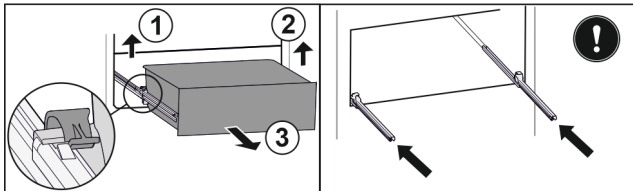

Fig. 41
- ▶ Linker klem optillen en gelijktijdig lade links naar voren trekken. Fig. 41 (1)
- ▶ Rechter klem optillen en gelijktijdig lade rechts naar voren trekken. Fig. 41 (2)
- ▶ Lade naar voren toe verwijderen. Fig. 41 (3)